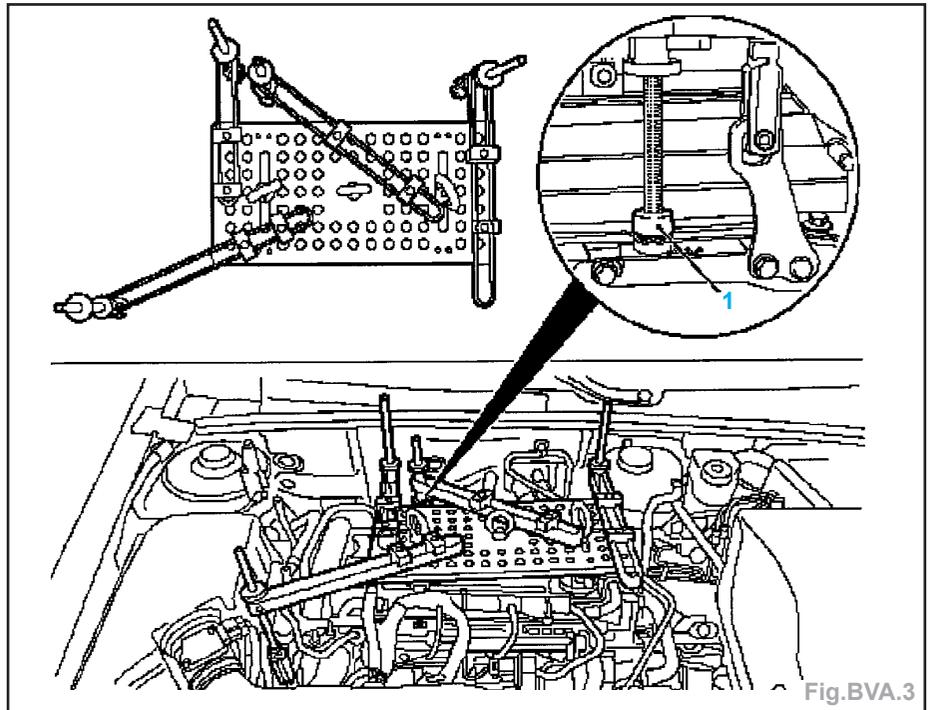

Fig.BVA.3
- Monter **MKM-883-2** sur le moteur (Fig. BVA.3).
- Monter, si nécessaire, **MKM-883-2** sur le moteur (Fig. BVA.3).